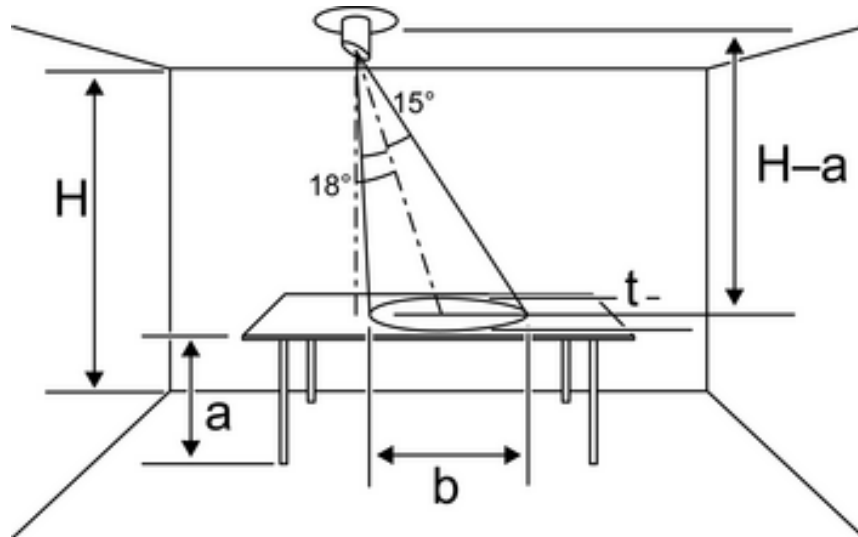

Bild 3: Lichtleitstab mit schrägem Lichteinfall
- Wenn die Montage nicht unmittelbar über Arbeitsfläche möglich ist, den Helligkeitsregler seitlich versetzt montieren (Bild 3). Der Erfassungskegel liegt dann seitlich von der zu messenden Fläche.
Regler sitzt seitlich über der Arbeitsfläche (Bild 3).
- Lichtleitstab mit schrägem Lichteinfall (7) ca. 10 mm in die Sensoröffnung (8) einsetzen.
- Lichtleitstab (7) so ausrichten, dass die längere Seite des Lichtleitstabs zur zu messenden Arbeitsfläche hin zeigt (Bild 3).